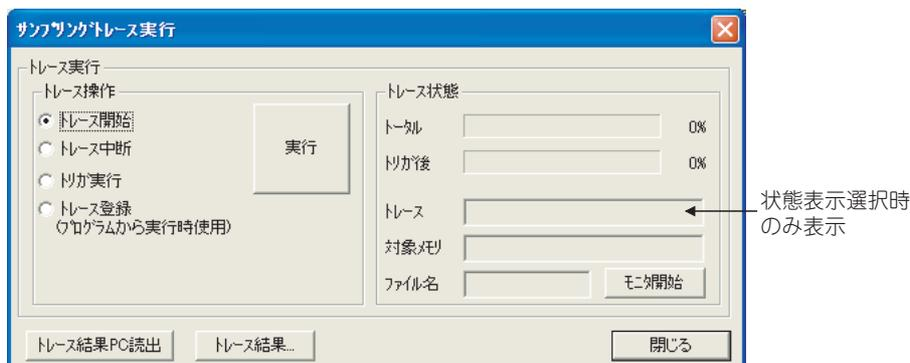

図 6.63 サンプリグトレース実行画面
- 1) 図 6.63 の **トレース結果PC読出** ボタンをクリックして、CPU ユニットからトレース結果を読み出します。
- 2) 図 6.63 の **トレース結果** ボタンをクリックして読み出したトレース結果を表示します。